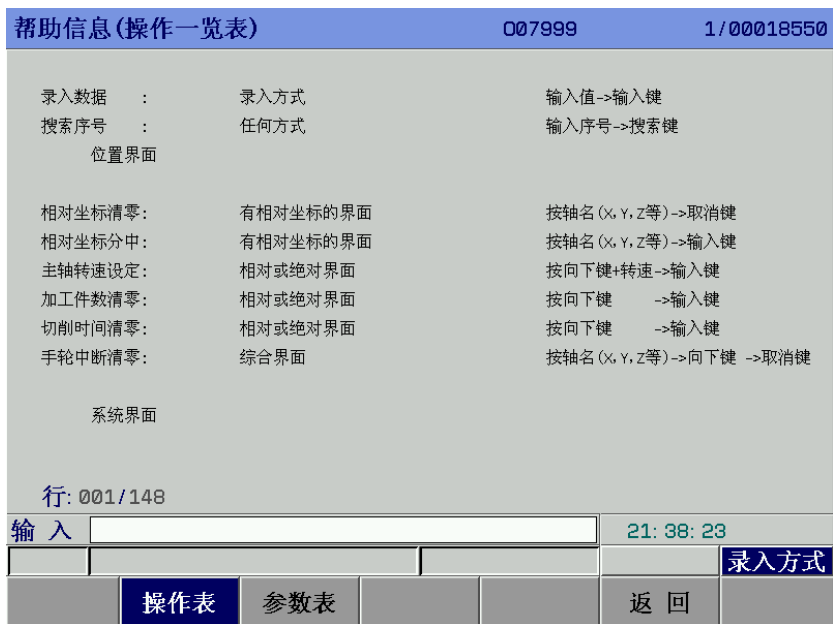

图3-9-7
- 5、操作表 在<帮助>界面按【操作表】软键进入帮助信息（操作一览表）界面，含系统基本操作以及参数列表，见图 3-9-7 和图 3-9-8。